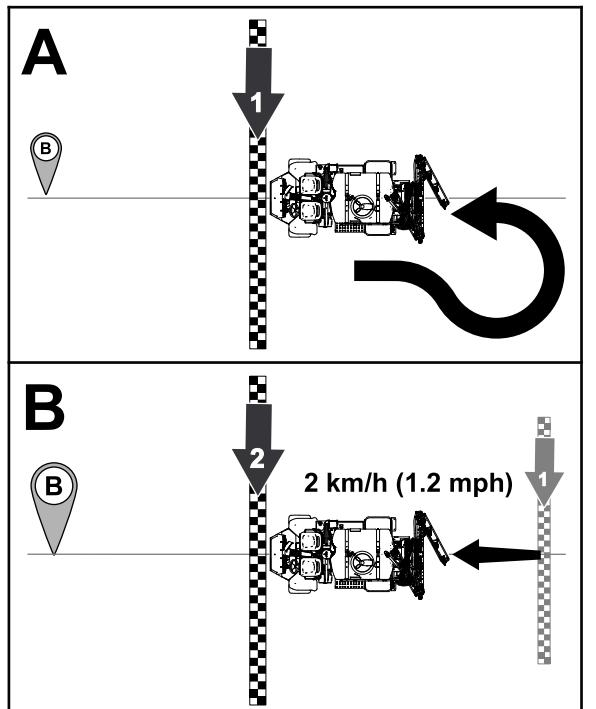

図 170
機械を回転させて、コントロールコンソールのポジションAとポジションBのガイドラインに合わせます(図 170)。
8. 点Bに到達する前に、マシンの対地速度を2 km/hに設定し、マシンのスロットルロックをオンにします(図 170)。